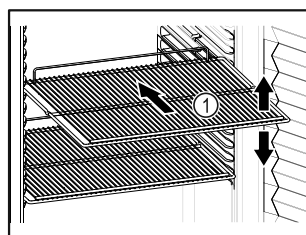

Fig. 57
- ❑ Pokud jsou odstavné rošty Fig. 57 (1) přemístitelné, přizpůsobte je vždy na danou výšku.